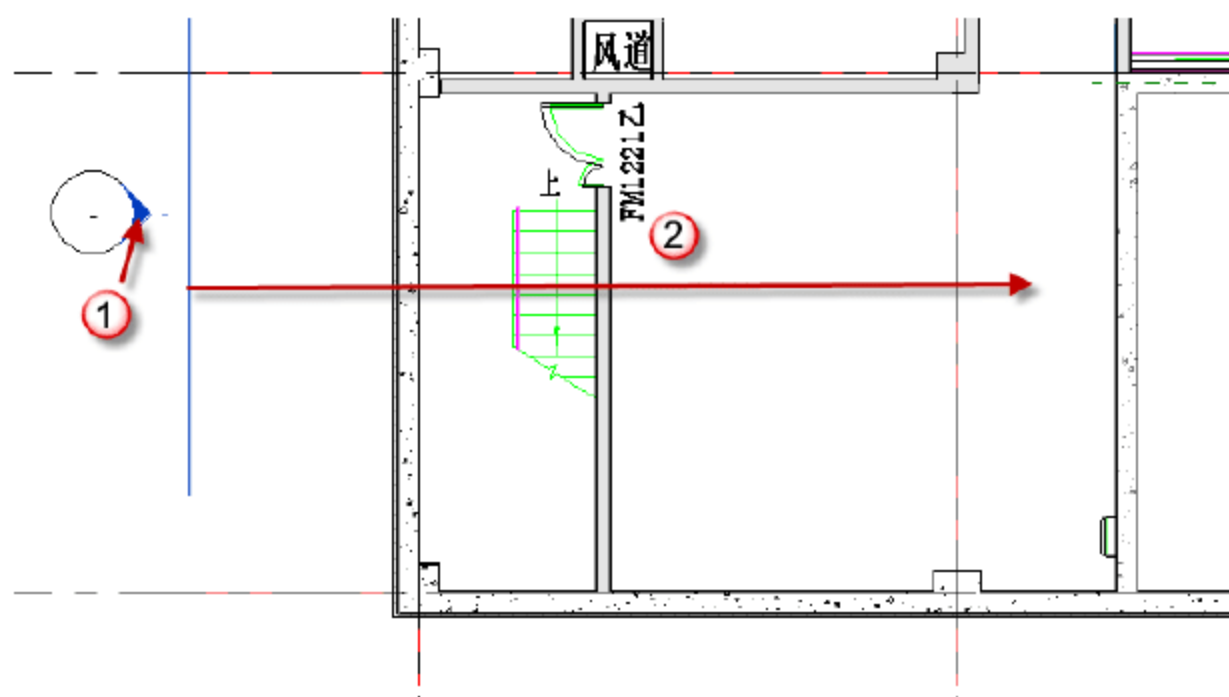

图 9.3.47 改变视图界面
(5) 改变视图界面。单击画图界面中“视图：立面：西”，会出现一根直线，然后将直线移动到适当位置，以便能够直接在西立面图中，观察钢爬梯延伸的高度，如图 9.3.47 所示。